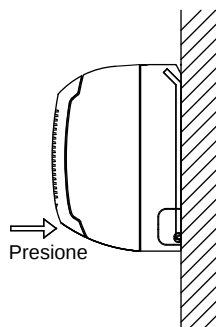

Fig. 3-27
2. Presione la salida de aire para mantenerla en su lugar y presione la parte inferior de la unidad interior hasta que se escuche el sonido "clic" y la unidad interior se fije de forma segura a las ranuras de fijación en la parte inferior del panel posterior. (Fig. 3-27)